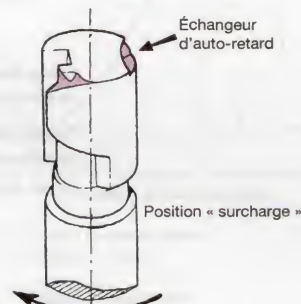

Figure 32.10. Rampes spécifiques sur un piston
- début et fin d'injection « variables » (fig. 32.10) pour applications spécifiques ;
- échancrure d'auto-retard (fig. 32.10) permettant sur certains moteurs un meilleur démarrage ou une protection du démarreur. Cette échancrure est utilisée uniquement en position « débit de démarrage » (ou surcharge).